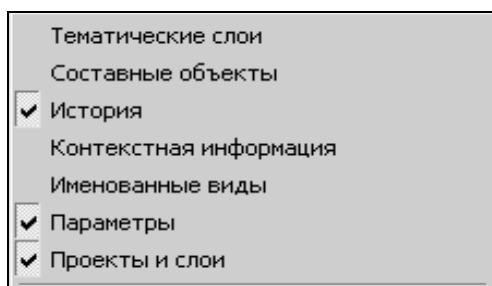

Рис. 3.4. Контекстное меню со списком паркуемых панелей
3.1. В области панели инструментов укажите курсором и вызовите правой клавишей контекстное меню со списком паркуемых панелей. Включите видимость тех панелей, которые указаны на рис. 3.4.